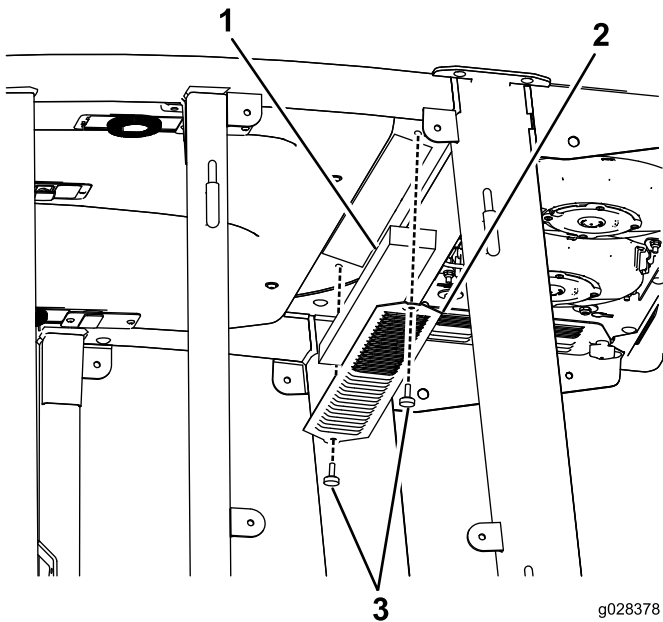
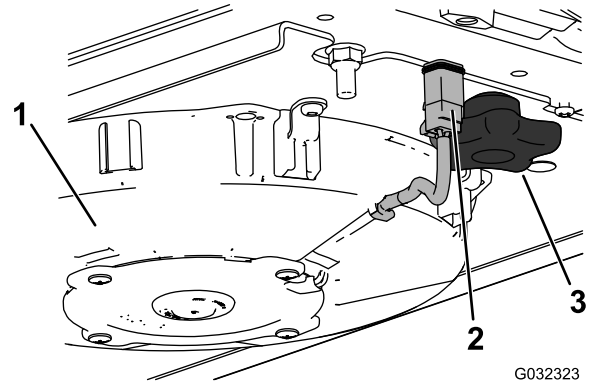
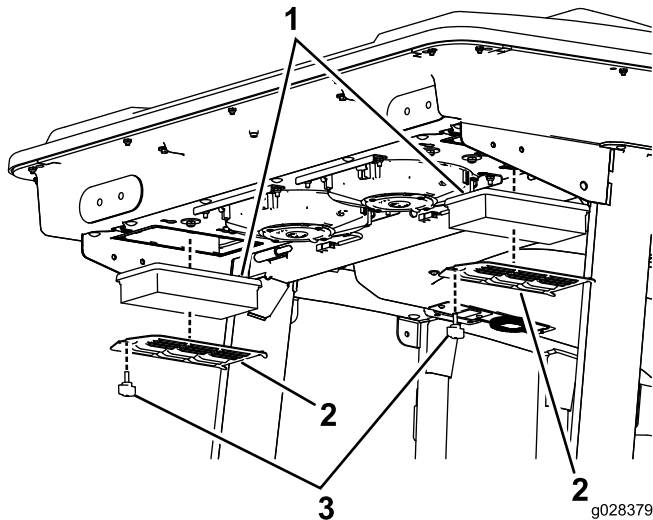
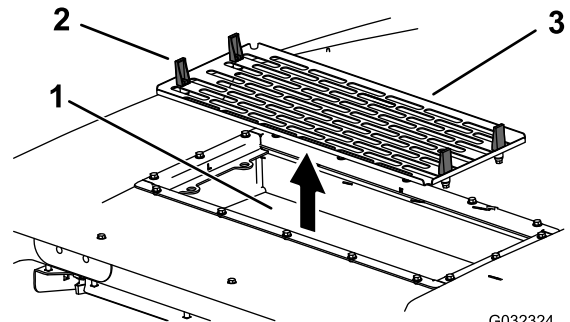

Figura 89
Figura 91
Figura 90
Figura 92
1. Retire los tornillos y las rejillas que cubren el filtro interior y el trasero de la cabina (**Figura 89** y **Figura 90**).
5. Retire los filtros de aire (consulte Figura 90).
7. Instale los filtros de aire, la rejilla y el conjunto del ventilador (Figura 90, Figura 91 y Figura 92).
8. Conecte el cable de cada ventilador (Figura 91).